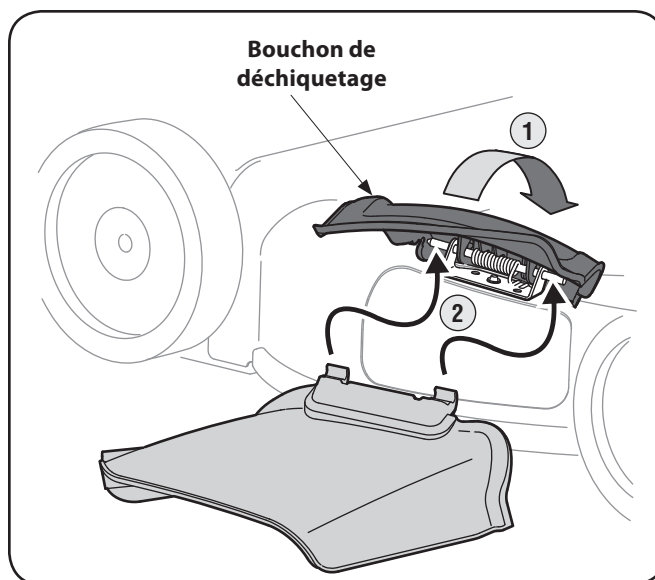

Figure 3-9
1. Relevez le bouchon de déchiquetage à charnière qui se trouve sur le côté du plateau de coupe. Voir la Figure 3-9.